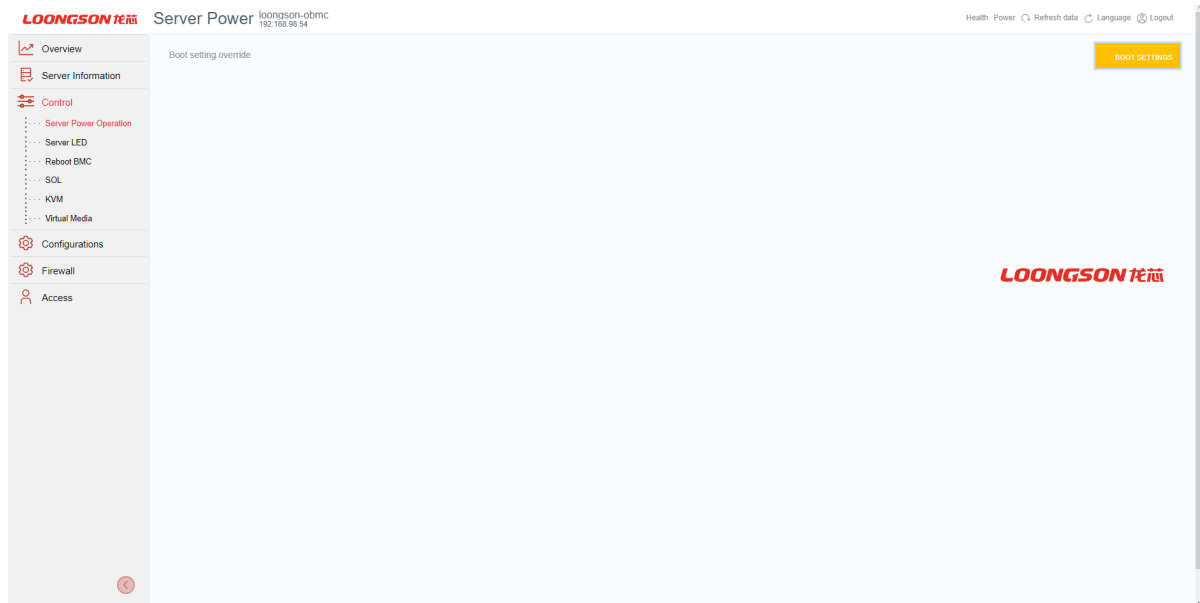

Рис. 72. Окно «Server Power Operation»
- 2) Пройдите во вкладку «Control» → «Server Power Operation» в данной вкладке осуществляется управление сервером. Вкладка «Server Power» показывает состояние сервера «On/Off». Вкладка «Reboot Server» позволяет перезагрузить сервер, вкладка «Shutdown Server» позволяет выключить сервер. Окно показано на рис. 72 Окно «Server Power Operation»